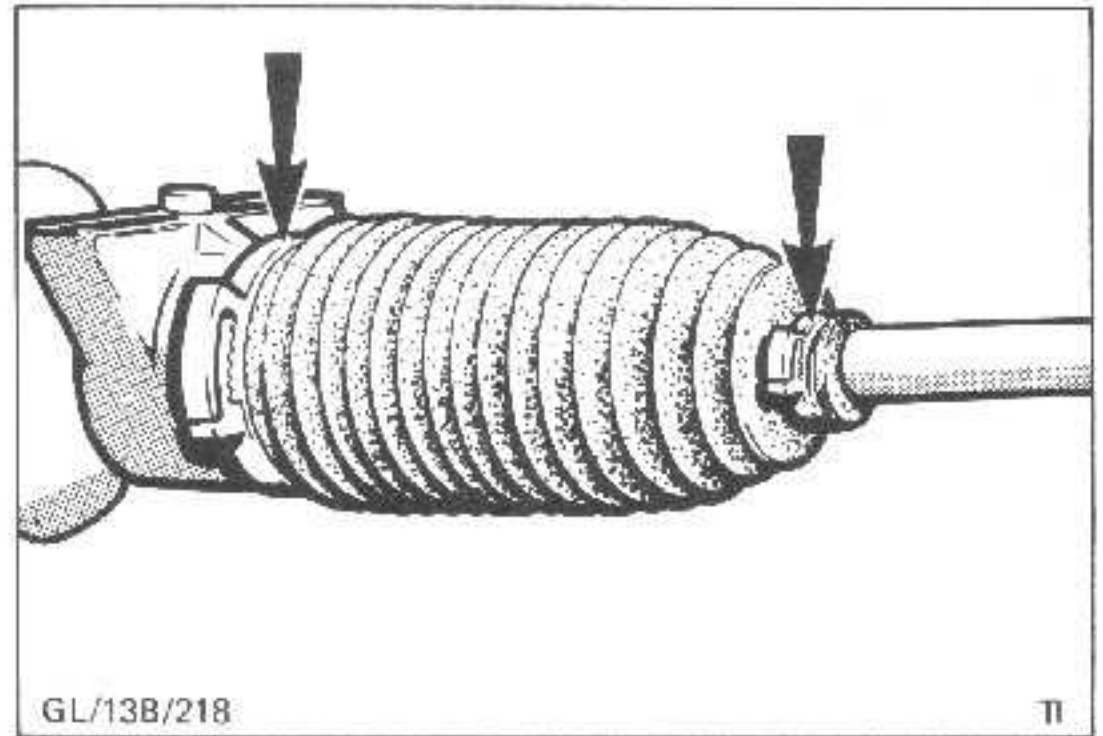

Abb.44 Gummimanschetten - Zahnstange
2. Kontermutter des Spurstangenendstücks lösen, Splint entfernen und Kronenmutter vom Spurstangenendstück abschrauben, Abb.44. Spurstangenendstück vom Spurstangenhebel pressen. Hierzu Spezialwerkzeug 13-006 verwenden.
9. Spur und Lenkradstellung kontrollieren und ggf. einstellen, siehe Arbeits.-Pos. 13 523 3. Äußeren Manschettenklip befestigen, Abb.44.